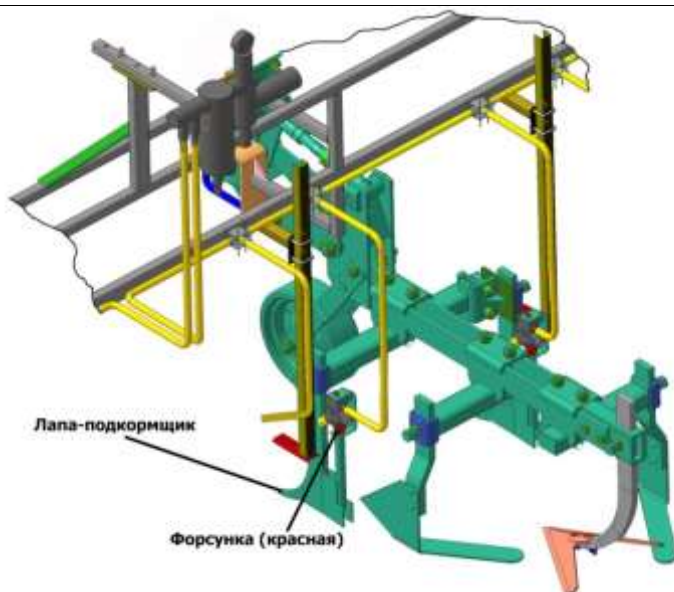

Рисунок 6 – Схема установки распылителей при подкормке жидкими удобрениями
1. Установить рамку приспособления с регулятором и распылителями на раму культиватора в соответствии с рисунком 8. Схемы установки распылителей при различных видах работ – рис. 6 и 7.